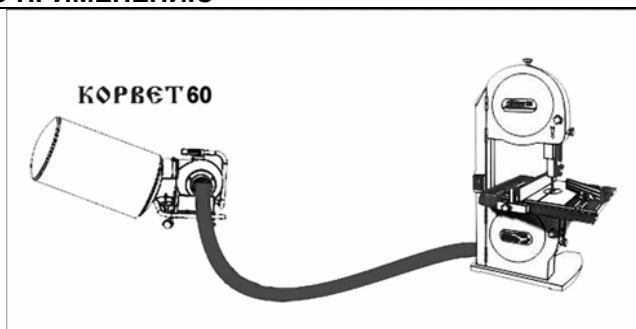

Рис.6.
10.1. Пылесос рассчитан на работу с одним деревообрабатывающим станком или машиной (строгальным, пилой и т. п.). Пылесос подключается к оборудованию шлангом (Арт.19206, не входит в комплект поставки) диаметром 100 мм, подключаемым к всасывающему патрубку (9) пылесоса и патрубком пылесборника деревообрабатывающей машины или станка через соответствующий переходник (не входит в комплект поставки), Рис.6.